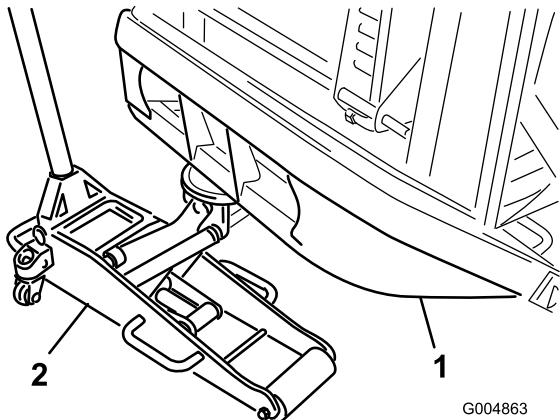

Figure 31
1. Placez un cric d'atelier adapté sous le tube de pare-chocs arrière et soulevez les roues arrière du sol (Figure 31).